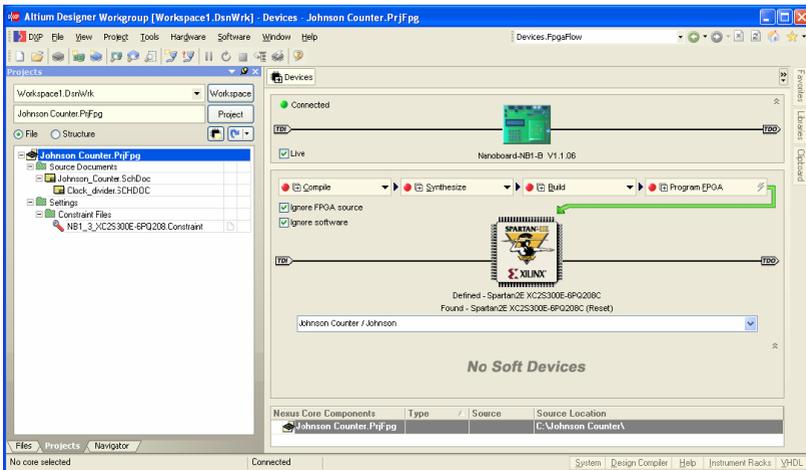

Рис. 26. Панель *Devices View*
Доступ активного *FPGA*-проекта к ресурсам *NanoBoard*, в том числе к пользовательской ПЛИС, происходит из оболочки *Devices View* в режиме *Live*. Для обеспечения доступа должна быть сформирована конфигурация проекта. Это именованный список файлов привязки (*Constraint files*). Файлы привязки, описывающие ресурсы *NanoBoard*, могут быть сформированы вручную, однако *Altium Designer* предоставляет возможность облегчить эту трудоёмкую работу путём автоматического формирования конфигурации. Для этого нужно щелчком правой клавиши мыши на значке *NanoBoard* в панели *Devices View* активировать контекстное меню и указать в нём команду *Configure FPGA Project* (рис. 26). В открывающемся подменю-списке выбрать один из загруженных проектов или указать команду *New FPGA Project*.
- запрограммировать ПЛИС (загрузить битовый файл в дочернюю плату чипа ПЛИС, например *Xilinx Spartan IIE*) (см. рис. 26).